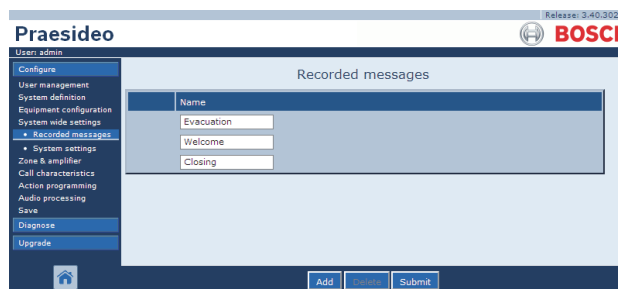

figure 45.8 : Consignation d'un message, étape 4
- 4 Cliquez sur le bouton *OK* pour confirmer la suppression du message de la liste. Un écran semblable à celui de la figure 45.8 s'affiche dans le cadre principal de l'interface Web.